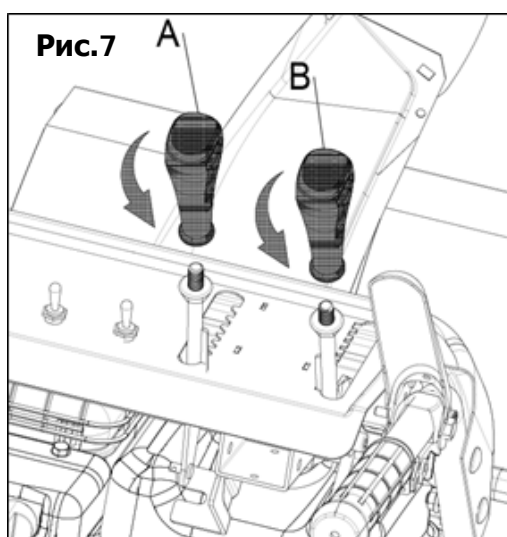

Рис.7
- Прикрутите ручки управления (**A**) и (**B**) к стержням на панели управления (Рис. 7).